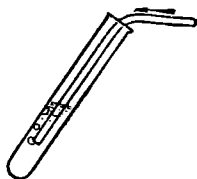

Рис. 8. Пропускание выдыхаемого воздуха через известковую воду.
4) Налейте в пробирку немного (рис. 8) прозрачной *известковой воды* и продувайте через нее выдыхаемый воздух. Вы знаете из курса естествознания, что в выдыхаемом воздухе содержится углекислый газ. Известковая вода мутится. Это помутнение происходит потому, что из растворенной в воде извести и углекислого газа образуется *новое вещество*. Это — не растворимый в воде белый порошок, похожий на мел, который и делает воду мутной.